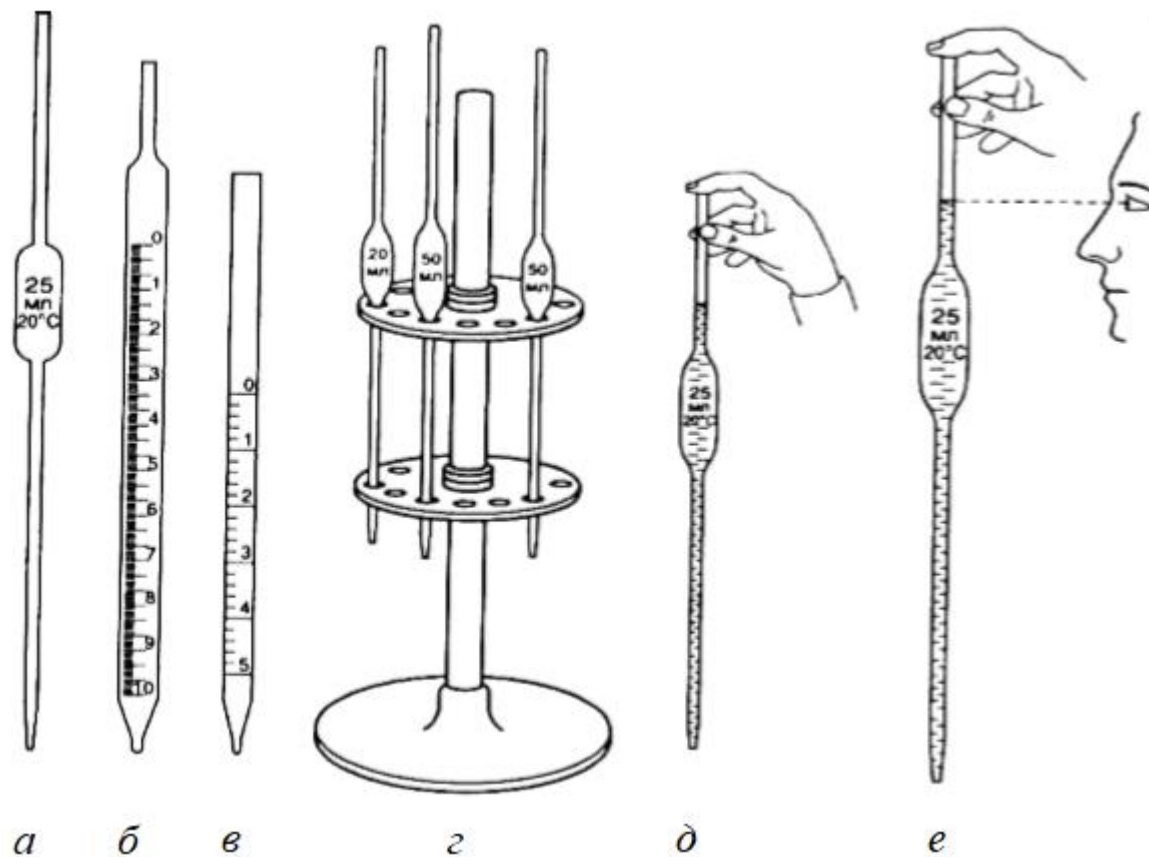

Рис. 15 – Пипетки мерные, (градуированные пипетки и пипетки Мора):
*Пипетки мерные* (градуированные пипетки и пипетки Мора) длинные узкие трубки с расширением в середине (рис. 15). На узкой верхней части имеется специальная метка. Мерные пипетки служат для отбора точно отмеренного объёма раствора (жидкости). Для этого оттянутый (нижний) конец пипетки